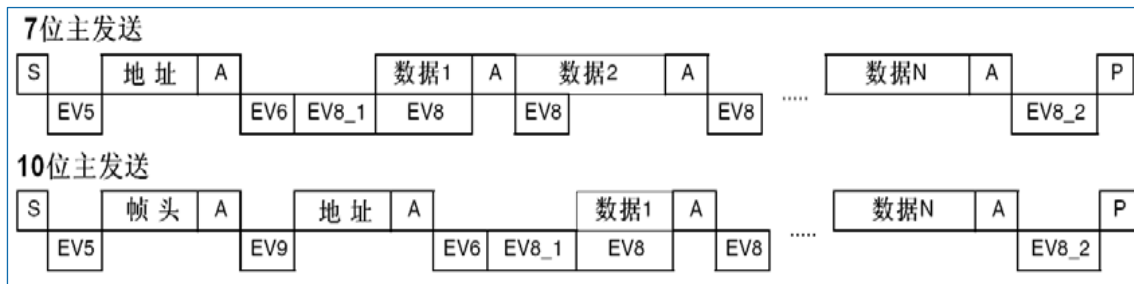
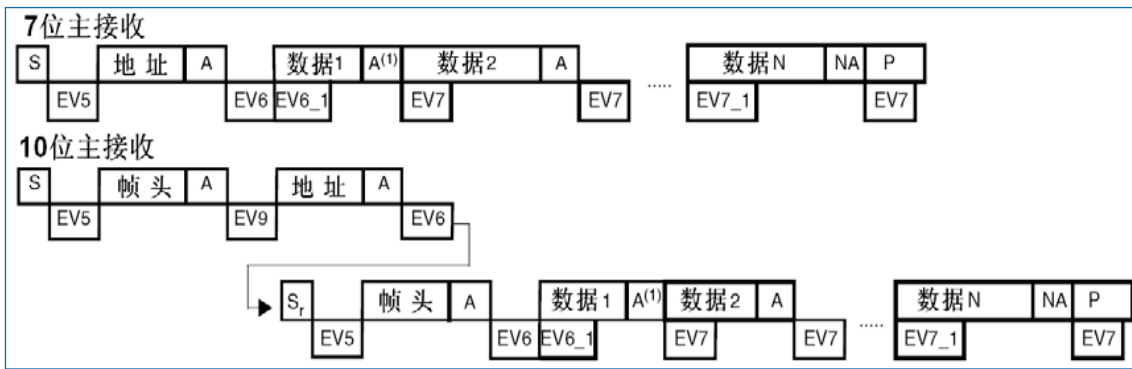

图 21-5 主发送器传送序列图
图 21-6 主接收器传送序列图
然后主设备等待读 SR1 寄存器，紧跟着将从地址写入 DR 寄存器（见图 21-5 和图 21-6 的 EV5）。
- ADDR10 位被硬件置位，如果设置了 ITEVTEN 位，则产生一个中断。然后主设备等待读 SR1 寄存器，再将第二个地址字节写入 DR 寄存器（见图 21-5 和图 21-6）。
- ADDR 位被硬件置位，如果设置了 ITEVTEN 位，则产生一个中断。随后主设备等待一次读 SR1 寄存器，跟着读 SR2 寄存器（见图 21-5 和图 21-6）。
在发送了地址和清除了 ADDR 位后，主设备通过内部移位寄存器将字节从 DR 寄存器发送到 SDA 线上。主设备等待，直到 TxE 被清除，（见图 21-5 的 EV8）。
在 DR 寄存器中写入最后一个字节后，通过设置 STOP 位产生一个停止条件（见图 21-5 的 EV8_2），然后 I2C 接口将自动回到从模式（M/S 位清除）。
2. 硬件设置 RxNE=1，如果设置了 INEVFEN 和 ITBUFEN 位，则会产生一个中断（见图 21-6 的 EV7）。